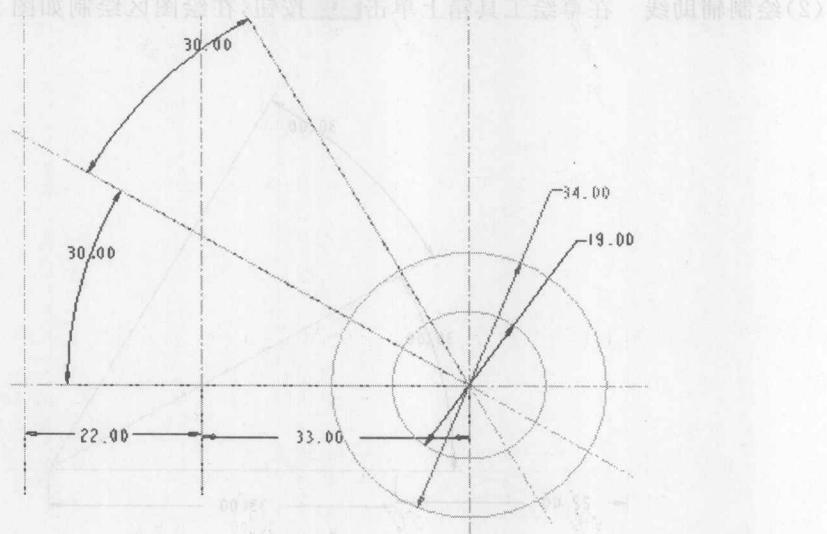

图 2-13
②在草绘工具箱上单击 按钮,绘制如图 2-13 所示的同心圆,并标注相应的尺寸值。